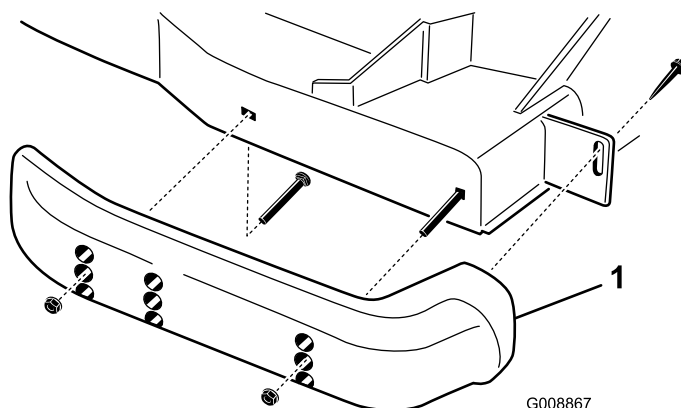

Figure 29
1. Desserrez la vis à l'avant de chaque patin (Figure 29).
2. Retirez les boulons à embase et les écrous de chaque patin (Figure 29).